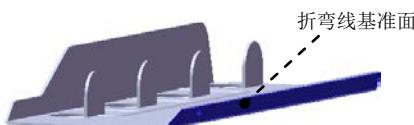

图 13.2.56 折弯线基准面
① 定义折弯线基准面。选取图 13.2.56 所示的模型表面作为折弯线基准面。